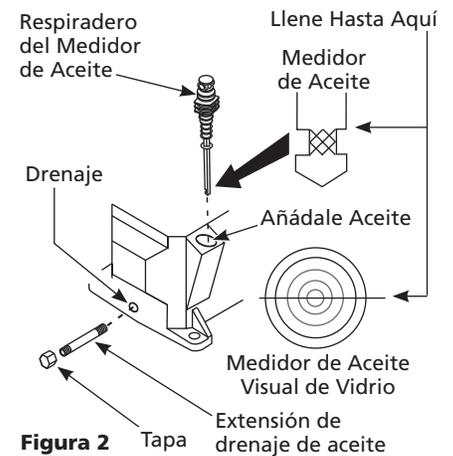

Figura 2
Algunos modelos incluyen una extensión para drenar el aceite con una tapa (anexos al manual de instrucciones). Conecte esta extensión y tapa antes de añadirle aceite al cabezal. Para evitar pérdidas de aceite, se recomienda aplicar cinta selladora de roscas de PTFE, o sellador de roscas, a las roscas a cada extremidad de la extensión de drenaje de aceite. Atornille la tapa en uno de los extremos de la extensión. Quite el tapón de drenaje de aceite de la base de la bomba e instale la extensión de drenaje de aceite (Vea Figura 2).
**NOTA:** Si su modelo está equipado con un vidrio visor de aceite, agregue aceite hasta el centro (Vea Figura 2).
## PREPARACION PARA ENCENDERLO (VEA LA FIGURA 2)